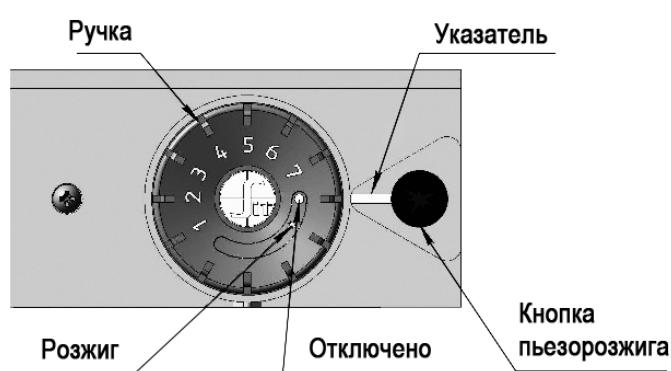

Рис. 10. Элементы управления на газовом клапане котлов Torino 7,5-20
Установить ручку газового блока в положение «Отключено» (см. рис. 10).
**ВНИМАНИЕ! ДЛЯ ПОВТОРНОГО РОЗЖИГА КОТЛОВ TORINO 7,5-20 НЕОБХОДИМО УСТАНОВИТЬ РУЧКУ В ПОЛОЖЕНИЕ «ОТКЛЮЧЕНО» (СМ. РИС. 10), А ТОЛЬКИ ЗАТЕМ ПОВЕРНУТЬ РУЧКУ ГАЗОВОГО БЛОКА В ПОЛОЖЕНИЕ «РОЗЖИГ».**